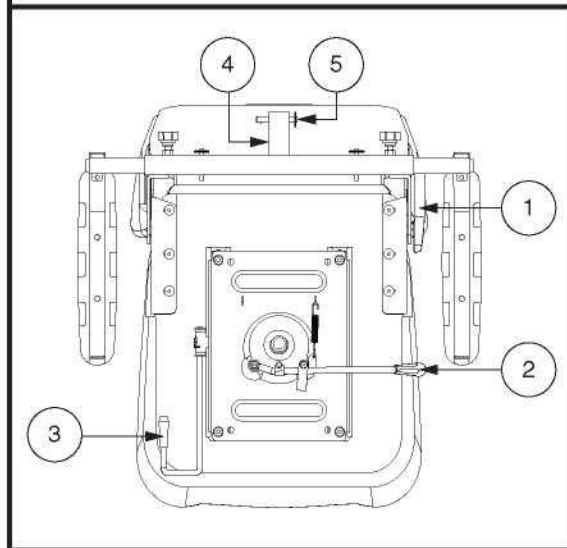

Figure 20. Réglage du siège – Style B
Si votre scooter est équipé d'un siège à dossier inclinable, vous pouvez changer l'inclinaison du dossier avec le levier de réglage du dossier. **Voir la figure 20.**
1. Déplacez le levier coulissant du siège (situé sur le côté inférieur gauche du siège) vers l'extérieur. **Voir la figure 20.**
Élevez ou abaissez l'inclinaison des accoudoirs en tournant la réglage sous l'accoudoir. **Voir la figure 20.**
Le support d'accessoire monté à l'arrière vous permet d'attacher un accessoire personnel comme un panier, support pour marchette ou réservoir d'oxygène à l'arrière de votre scooter. Utiliser la goupille de verrouillage afin de bien fixer votre article au support d'accessoire. **Voir la figure 20.** Consultez votre détaillant autorisé pour plus de détails.